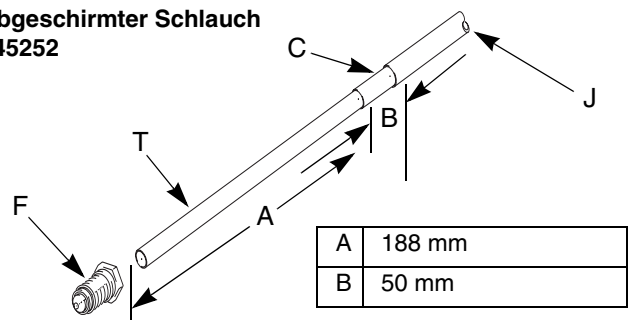

Abb. 4. Abmessungen der Schläuche für Materialien auf Wasserbasis (an der Pistole)
2. Damit der Materialschlauch richtig sitzt, muß er abgemantelt und mit den in ABB. 4. angegebenen Maßen zusammengesetzt werden. Die innere Schlauchschicht (T) in den Fitting (F) schieben, bis sie ansteht. Ein neuer Graco-Materialschlauch für Materialien auf Wasserbasis wird bereits im Werk mit den richtigen Abmessungen zusammengesetzt.